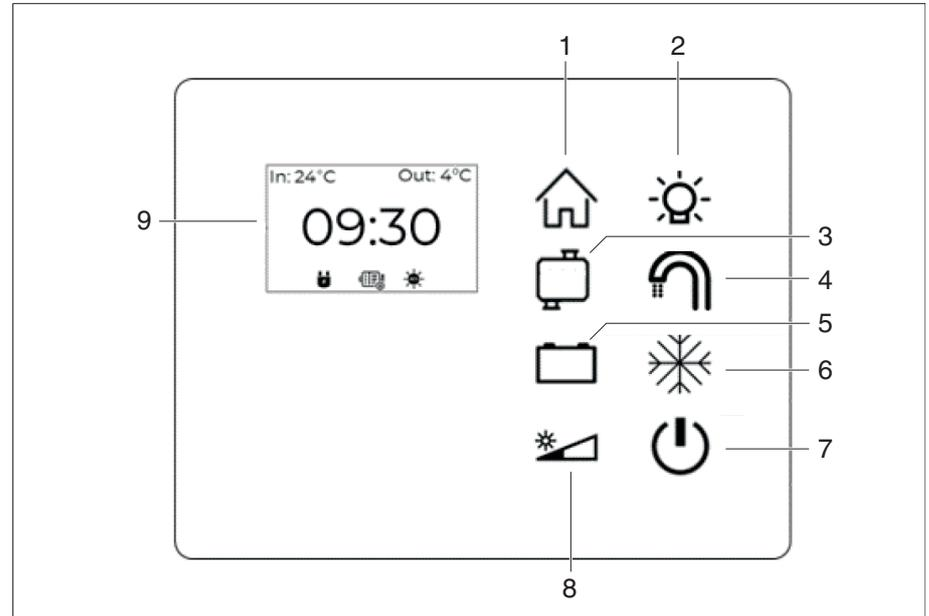

Bild 60 Bedienpanel D200
Die Anzeige des Kontrolldisplays wechselt durch Betätigung der Tasten (Bild 60,1, 3 und 5) in den jeweiligen Anzeigemodus.
| Pos. in Bild 60 | Anzeigemodus | Darstellung |
Durch längeres Drücken und Halten der Home-Taste (Bild 60,1) wird der Zeiteinstellungsmodus aktiviert. Im Kontrolldisplay wird nur noch die Uhrzeit angezeigt. Ein Cursor blinkt unterhalb der Stundenanzeige (HH:MM).
Das Bedienpanel zeigt im Kontrolldisplay bei aktivierter Home-Taste (Bild 60,1) an, durch welche Stromquelle die Wohnraumbatterie geladen wird.
Die Power-Taste (Bild 60,7) dient zum Ein- und Ausschalten des Bedienpanels. Die Beleuchtung ist standardmäßig auf mittlere Helligkeitsstufe eingestellt und kann durch einfaches Betätigen der Dimmtaste (Bild 60,8) manuell angepasst werden. Unabhängig von der eingestellten Helligkeitsstufe wird die Beleuchtung bei Inaktivität abgedunkelt und durch Drücken einer beliebigen Taste wieder aktiviert. Dabei wird die zuletzt verwendete Helligkeitsstufe beibehalten. Die Dimmtaste (Bild 60,8) leuchtet immer gelb, außer im Nachtmodus.
Durch Drücken und Halten der Dimmtaste (Bild 60,8) wechselt das Bedienpanel in den Nachtmodus. Nur noch die Dimmtaste ist schwach rot beleuchtet, um die Verwechslung mit einem ausgeschalteten Bedienpanel zu vermeiden.
| Frischwassertank | Kontrolltaste (Bild 60,3) blinkt rot, Statusbalken blinkt |  Tank befüllen |
| Abwassertank | Kontrolltaste (Bild 60,3) blinkt rot, Ausrufezeichen über Statusbalken |  Tank entleeren |
| Starterbatterie | Kontrolltaste (Bild 60,5) blinkt rot, Statusbalken blinkt |  Starterbatterie laden |
| Wohnraumbatterie | Kontrolltaste (Bild 60,5) blinkt weiß, Statusbalken blinkt |  Wohnraumbatterie laden |
Bei sehr niedrigem Frischwasserfüllstand oder bei fast vollem Abwassertank blinkt die Kontrolltaste (Bild 60,3) am Bedienpanel rot. Betätigung der Kontrolltaste führt durch die Statusanzeigen der Füllstände.
- Kontrolltaste (Bild 60,3) drücken.
- Kontrolltaste (Bild 60,3) erneut drücken.
Das Bedienpanel ermöglicht die akustische Rückmeldung des Füllstands beim Auffüllen des Frischwassertanks. Die Aktivierung erfolgt durch Drücken und Halten der Kontrolltaste (Bild 60,3) für den Frischwasserfüllstand.
Die Taste blinkt bei erfolgreicher Aktivierung. Die Füllstandsmessung ist abhängig von der verbauten Tankform. Erreicht der Füllstand etwa 80 % des wahren Tankvolumens ertönt ein Hinweiston. Mit steigendem Flüssigkeitspegel verkürzen sich die Tonabstände, um ein Überlaufen zu vermeiden. Der Hinweiston wird mit Deaktivierung des Nachfüllmodus abgestellt. Dies erfolgt durch erneutes Drücken der Kontrolltaste (Bild 60,3).
Bei sehr niedrigen Batteriespannungen blinkt die Kontrolltaste (Bild 60,5) am Bedienpanel rot oder weiß.
- Kontrolltaste (Bild 60,5) drücken.
- Kontrolltaste (Bild 60,5) erneut drücken.
Bei einer geringen Batteriespannung der Wohnraumbatterie blinkt die Kontrolltaste (Bild 60,5) am Bedienpanel rot. Zusätzlich blinkt der Statusbalken der Wohnraumbatterie im Kontrolldisplay. Wird die Wohnraumbatterie nicht geladen, sinkt die Batteriespannung weiter. Bei Erreichen eines für die Batterie kritischen Wertes, greift der Batterieschutz.